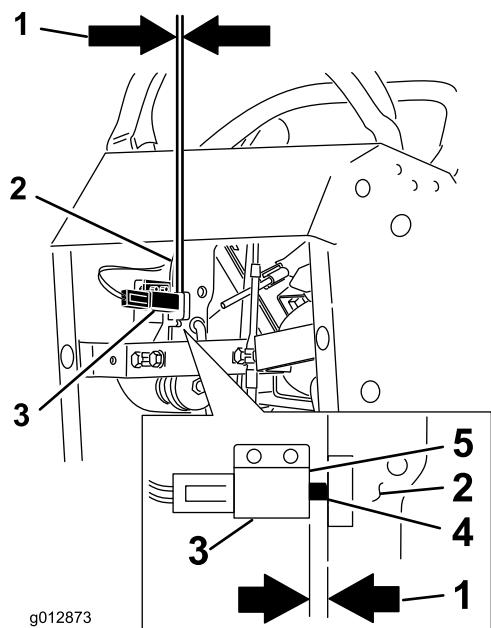

Figure 63
12. Vérifiez l'écartement entre le levier de frein et l'interrupteur comme illustré à la Figure 63. L'écartement doit être de 3 mm (1/8") quand le frein est serré.